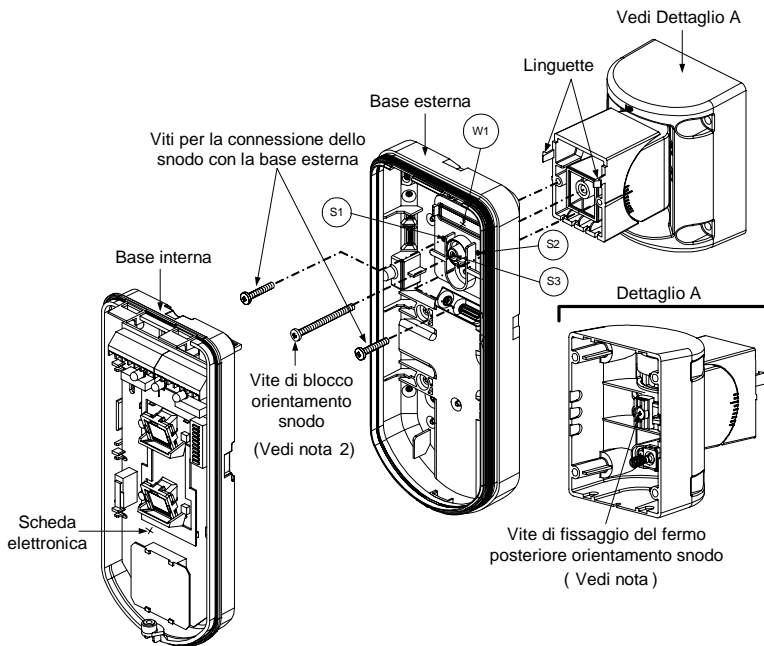

Figura 8
8. Unire la base esterna allo snodo utilizzando le apposite linguette ad incastro (Figura 8).
9. Fissare la base esterna allo snodo con due viti tramite le predisposizioni S1 e S2 (Figura 8).
11. base esterna attraverso il foro a sfondare S3 (Figura 8).
15. Per regolare lo snodo standard quando viene installata la scheda elettronica (Figura 8):
Quando i punti marcati delle due parti mobili sono allineati (figura 8), lo snodo standard si trova in posizione 0°. Ogni "click" verticale da questa posizione corrisponde ad un incremento / decremento di 5°.